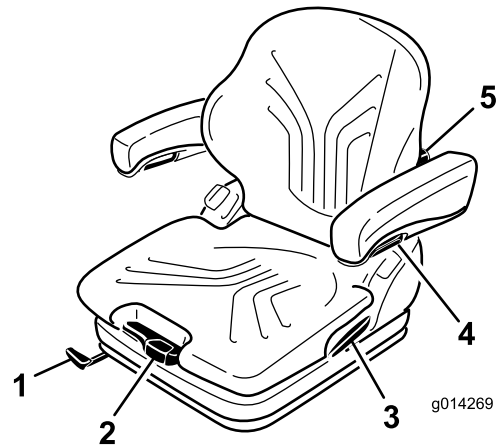

Figure 16
Le siège est réglé pour le poids du conducteur en tirant ou en poussant le levier de réglage correspondant (Figure 16).
1. Levez le levier pour débloquer et régler le siège (Figure 16).
En tournant le bouton de réglage vers le haut, vous pouvez régler le renflement de la partie supérieure du dossier. En tournant le bouton vers le bas, vous pouvez régler le renflement de la partie inférieure du dossier (Figure 16).
Pour régler la hauteur des accoudoirs, séparez le cache rond (Figure 16) du couvercle, desserrez l'écrou hexagonal (13 mm) qui se trouve derrière, réglez les accoudoirs à la position voulue puis resserrez l'écrou. Remplacez la cache sur l'écrou.
Pour régler l'angle des accoudoirs, tournez le bouton de réglage (Figure 16).
Tirez sur le levier pour libérer le verrou du dossier (Figure 16). Lorsque le verrou est libéré, ne vous appuyez pas contre le dossier.